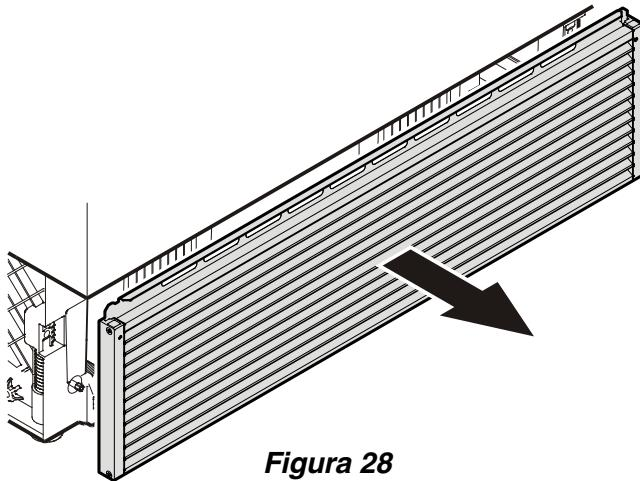

Figura 28
- Abra el cajón inferior del congelador y retire la rejilla de aireación tirándola hacia adelante - **Figura 28**. La rejilla está fijada magnéticamente. No se requieren entonces ninguna herramientas para retirarla.